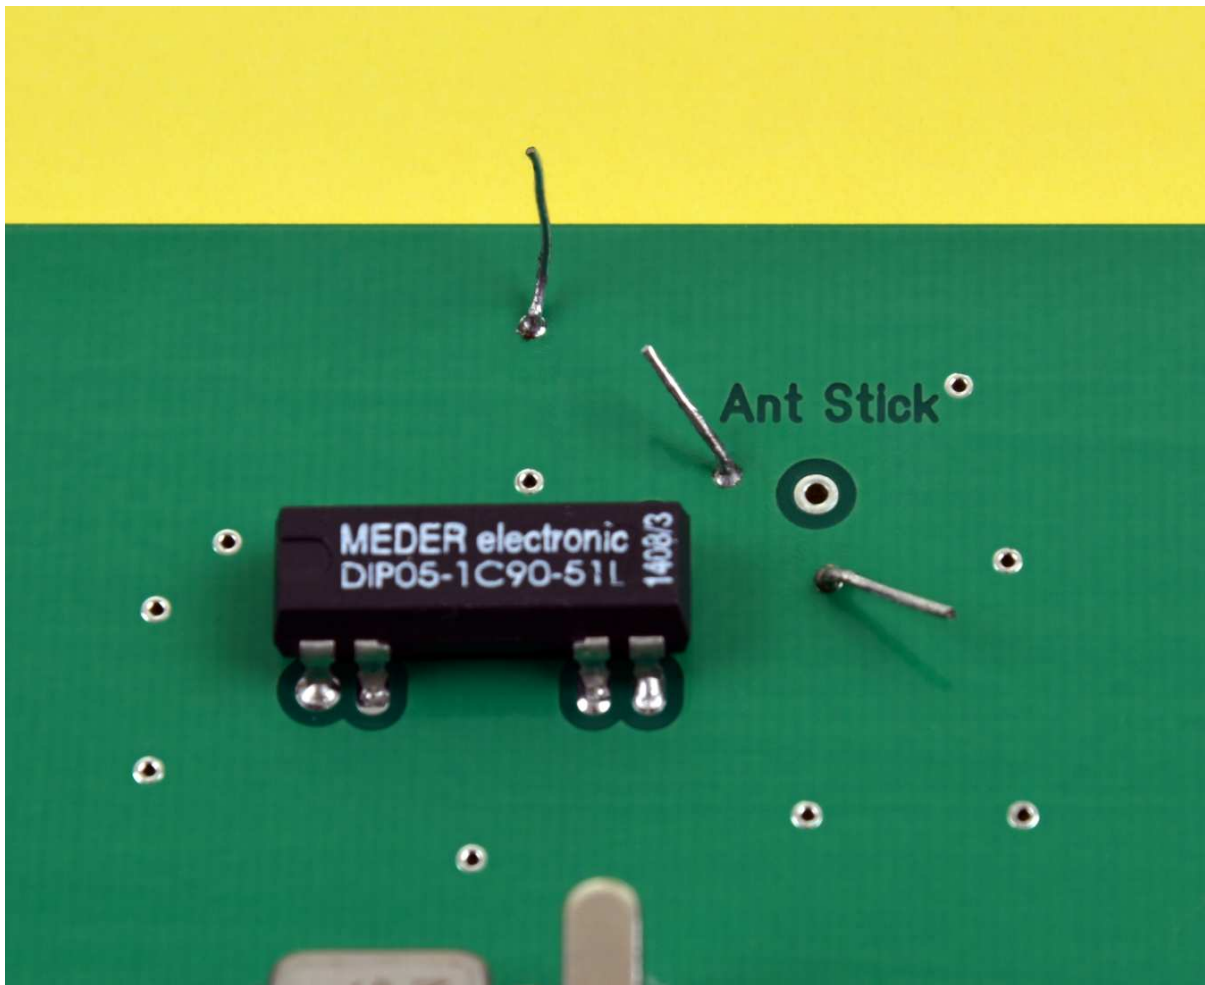

Bild 12: Vorbereitungen auf der Platine zum Anlöten des Koaxkabels
- 5. Koaxkabel** für den Antennenanschluss des USB-Stick (siehe oben). Dem Bausatz liegt ein **MCX-Stecker** und das Koaxkabel bei. Es hat sich bei dem Bausatz bewährt, um den Schirm des kleinen Koaxkabels auf der Platine um den Anschlusspunkt K8 (Ant Stick) herum mit der Platinenmassefläche zu verlöten, zwei bis drei kurze Drahtstücke in die umliegenden Durchkontaktierungen zu stecken und dort anzulöten (**Bild 12**). Daran kann dann der Schirm des Koaxkabels angelötet werden. Ein weiterer Draht kann auch noch in die zweite Durchkontaktierung neben dem Relais gesteckt werden. Dieser kann dann später eine sichere Verbindung mit dem Gehäuse herstellen (**Bild 13**).